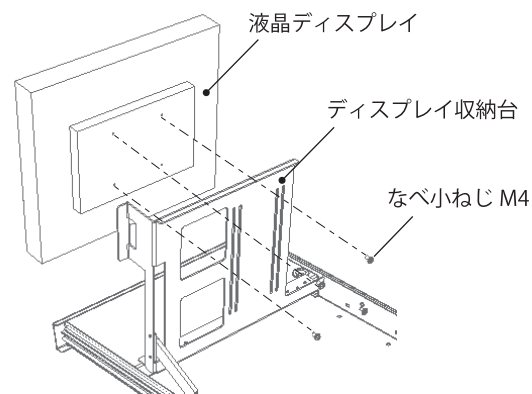

図 9
2. 液晶ディスプレイを付属のなべ小ねじ M4 (4 か所) にて固定してください。(図 9)